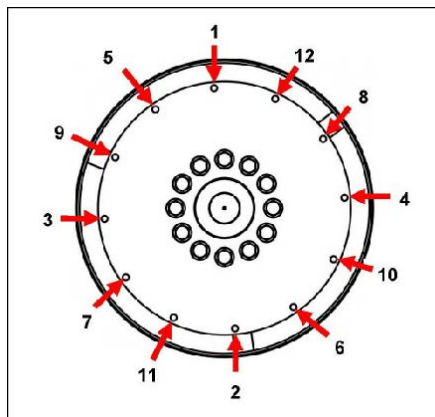

РИС. 20. ПОСЛЕДОВАТЕЛЬНОСТЬ КРЕПЛЕНИЯ
10. Извлеките установочные штифты. Установите на место болты муфты, поместив под их головками усиленные стопорные шайбы. Затяните болты крепления диска муфты к маховику, соблюдая последовательность, указанную в Рис. 20 на стр. 44.